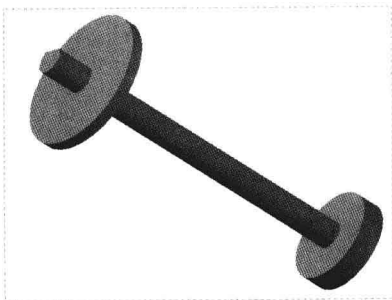

图 11-116 分析效果
Step 05 单击“确定”按钮，并单击“关闭”面板中的“关闭”按钮 ，弹出“保存回放”信息提示框，单击“保存并退出”按钮，即可通过运动学分析分析顶出机构，效果如图 11-116 所示。